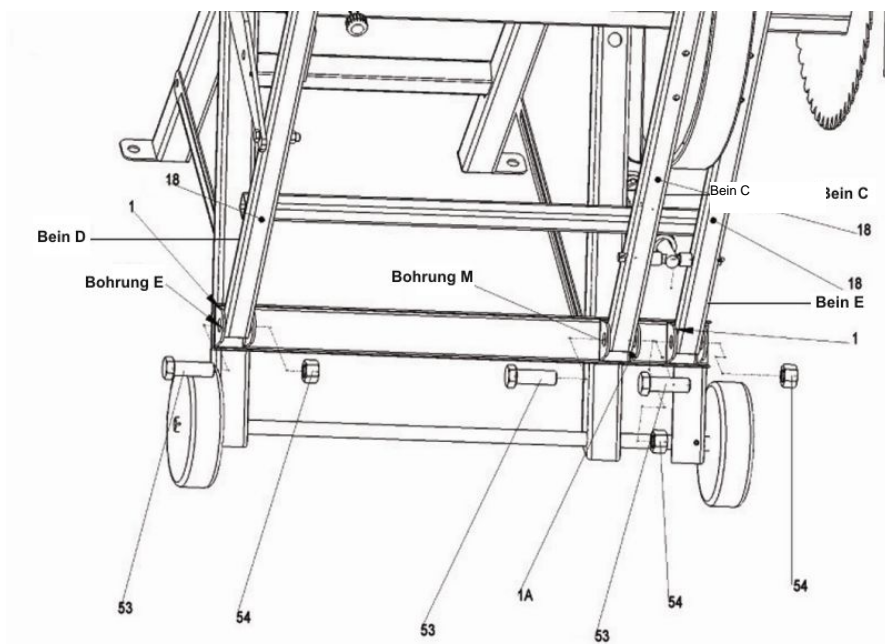

Abb. 28
Schritt 5: Montage des Wipptisches (siehe Abb. 28, 29, 29A, 29B, 29C, 29D, 30, 31, 31A, 31B, 32, 32A, 32B, 32C, 33)